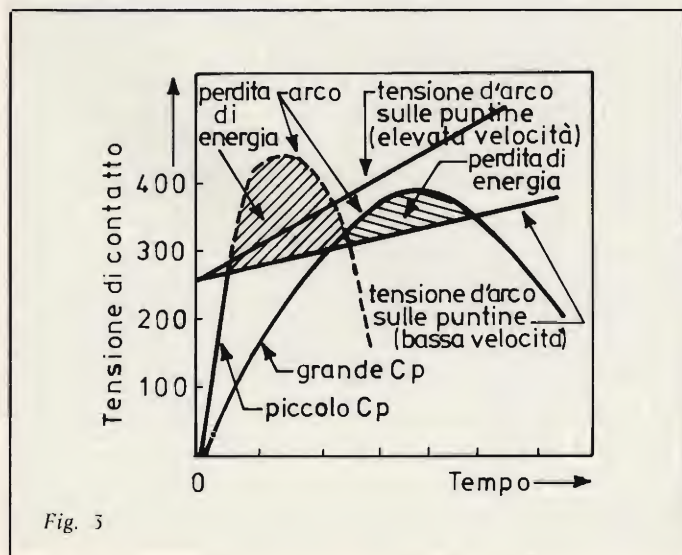

Fig. 3
La tensione secondaria effettiva è inferiore a quanto indicato nell'equazione (6) a causa di carichi in derivazione, dell'efficienza della bobina di accensione, dell'induttanza di dispersione e, ancora più importante, a causa di perdite che avvengono attraverso le puntine. Le perdite di interruzione delle puntine possono essere considerate il maggior elemento che limita la tensione secondaria a livelli non soddisfacenti specialmente a bassa velocità del motore. Il condensatore C_p è posto in parallelo alle puntine allo scopo di rendere minimo questo effetto. La figura 3 mostra le condizioni di corsa fra il ritmo di apertura dei contatti e l'incremento di tensione attraverso i contatti. Se il secondo è inferiore al primo, il problema è ridotto al minimo. La tensione alla quale avviene l'arco incrementa col tempo quando le puntine si separano. Perciò anche elevate tensioni di contatto non producono arco se la velocità è abbastanza bassa (fig. 3).